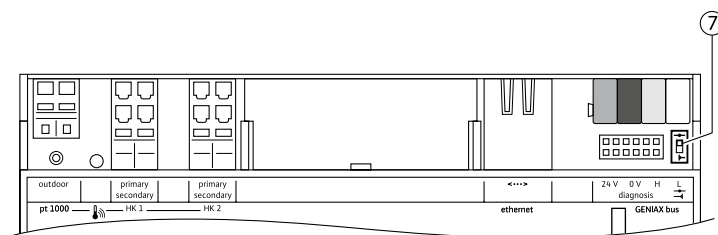

Fig. 14-4: Terminierungsschalter Geniax Server
Der Geniax Server verfügt über einen BUS-Abschlusswiderstand von 120 Ω. Dieser kann über den Terminierungsschalter (7) (Fig. 14-4) aktiviert werden.
- BUS-Abschlusswiderstand aktivieren: Terminierungsschalter (7) in Stellung schalten.